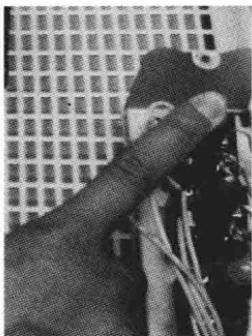
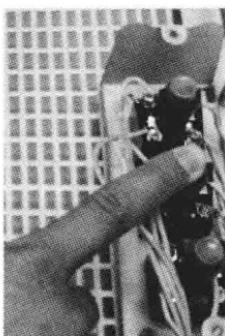

图 4-56 检查启动控制
图 4-57 检查启动控制
1) 检查启动和停机控制。分别按下 SB2、SB3，测量 1 与 0 之间的电阻，此时电阻应较小，约为 KM1、KM2 线圈的电阻值，如图 4-56、图 4-57 所示。